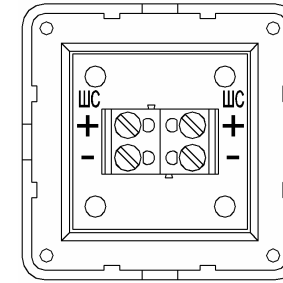

Рис. 1
3.2 Схема расположения контактов и подключения представлена на Рис. 1.